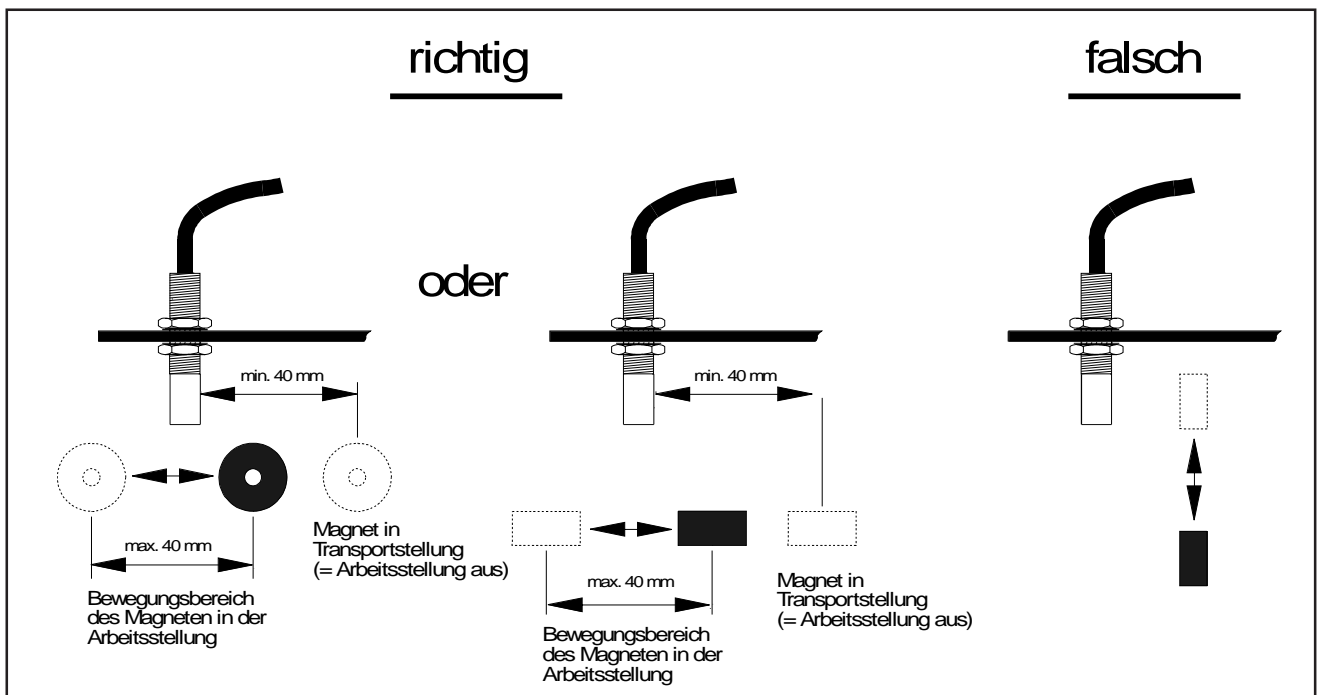

Fig. 4.7
**Bewegt sich das mit dem Magneten versehene Maschinenteil in Arbeitsstellung um mehr als 40 mm vor dem Sensor, muß zum eindeutigen Erkennen der Arbeitsstellung ein zweiter Magnet in Bewegungsrichtung des Magneten montiert werden (Fig. 4.7).**
**Befindet sich die Maschine in Transportstellung, muß der Magnet mindestens 40 mm vom Sensor entfernt sein, um eindeutig zu erkennen, daß sich die Maschine nicht mehr in Arbeitsstellung befindet (Fig. 4.7).**